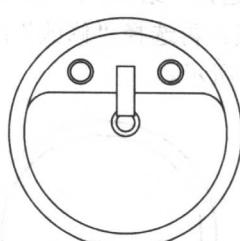

图 5-9 修剪图形
9. 选择“修改”/“修剪”命令，对图形进行修剪操作，如图 5-9 所示。